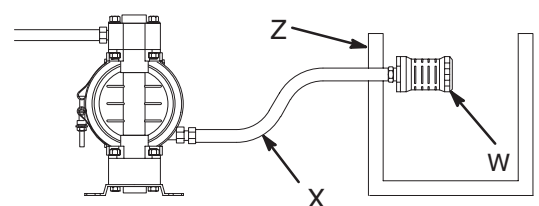

**Abb. 2**
1. Luftleitung wie in Abb. 2 gezeigt befestigen. Diese Zubehörteile an der Wand oder an einer Halterung befestigen. Sicherstellen, daß die Luftzuleitung zu den Zubehörteilen elektrisch leitend ist.
- a. Der Materialdruck kann auf zwei verschiedene Arten geregelt werden. Um ihn an der Luftseite zu regeln, ist ein Druckluftregler (G) zu installieren. Um ihn an der Materialseite zu regeln, ist ein Materialregler (J) neben dem Auslaß der Pumpe zu installieren (siehe Abb. 2).
- b. Einen Lufthahn mit Entlastungsbohrung (B) in Pumpennähe einbauen und zum Ablassen eingeschlossener Luft verwenden. Siehe **Warnung** oben. Das andere Hauptluftventil (E) oberstromig von allen Zubehörteilen der Luftleitung einbauen und zum Isolieren der Zubehörteile während Reinigungs- und Reparaturarbeiten verwenden.
- c. Der Luftfilter (F) entfernt schädlichen Schmutz und Feuchtigkeit aus der Versorgungsdruckluft.
2. Einen elektrisch leitenden, biegsamen Luftschlauch (C) zwischen die Zubehörteile und den 1/4" NPT(I) Lufteinlaß an der Pumpe installieren. Einen Luftschlauch mit einem Innendurchmesser von mindestens 6 mm (1/4") verwenden. Eine Luftschnelltrennkupplung (D) an das Ende des Luftschlauches (C) schrauben und das passende Anschlußstück in die Lufteinlaßöffnung an der Pumpe einschrauben. Die Kupplung (D) noch nicht mit dem Anschlußstück verbinden.
Es ist ein Materialablaßventil (H) erforderlich, um den Schlauch im angeschlossenen Zustand druckzuentlasten. Siehe Abb. 2. Das Ablaßventil vermindert das Risiko schwerer Verletzungen beim Druckentlasten, einschließlich Spritzern in die Augen oder auf die Haut oder Vergiftung durch gefährliche Materialien. Das Ventil in der Nähe der Materialauslaßöffnung an der Pumpe einbauen.
1. Elektrisch leitende Druckschläuche (K) verwenden. Die Größe der Materialauslaßöffnung der Pumpe beträgt 13 mm bzw. 19 mm (1/2" bzw. 3/4"). Das Material-Anschlußstück in den Pumpenauslaß schrauben. **Nicht zu fest andrehen.**
2. Einen Materialregler (J) beim Materialauslaß der Pumpe einbauen, um den Materialdruck zu regeln, falls dies gewünscht wird (siehe Abb. 2). Für eine weitere Methode zur Druckregulierung siehe Abschnitt **Luftleitung**, Schritt 1a.
3. In der Nähe der Material-Auslaßöffnung ein Materialablaßventil (H) einbauen. Siehe **Warnung** oben.
Bei Membranriß wird das gepumpte Material mit der Luft abgeleitet. Ans Ende der Abluftleitung einen geeigneten Behälter stellen, um das Material aufzufangen. Siehe Abb. 2.
Siehe Abschnitt **Abluftführung** in Abb. 2. Die Abluft ist wie folgt an einen sicheren Ort abzuführen:
1. Den Schalldämpfer (W) aus der Abluftöffnung in der Pumpe ausbauen.
2. Einen geerdeten Luftschlauch (X) anschließen und den Schalldämpfer mit dem anderen Ende des Schlauchs verbinden. Der Abluftschlauch muß einen Innendurchmesser von mindestens 10 mm (3/8") besitzen. Wenn ein Schlauch benötigt wird, der länger als 4,57 m ist, muß der Durchmesser entsprechend größer sein. Scharfe Krümmungen und Knicke im Schlauch sind zu vermeiden.
3. Einen Behälter (Z) an das Ende der Abluftleitung stellen, um Material aufzufangen, falls eine Membrane reißen sollte. Siehe Abb. 2.